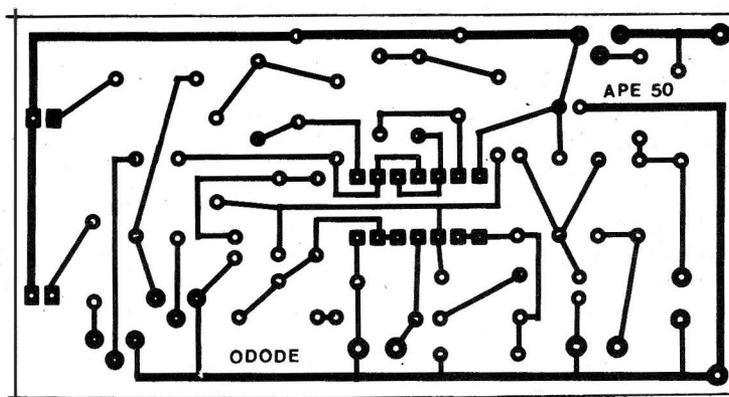

Fig.2
- FIG. 2 - LAY OUT DO CIRCUITO IMPRESSO ESPECÍFICO - Embora o circuito não tenha assim tão poucas peças, a distribuição delas no Impresso foi cuidadosamente "leiautada" de modo que o padrão de ilhas e pistas ficasse simples, não "apertado"... Recomenda-se apenas que o Leitor/Hobbysta decalque cuidadosamente a figura (usando carbono, por exemplo...) sobre a face cobreada de um fenolite nas convenientes dimensões (ver LISTA DE PEÇAS), efetuando em seguida a **traçagem** com tinta (ou decalques transferíveis, mais "profissionais"...), ácido-resistente, conferindo bem o desenho, antes e depois da corrosão... Como a figura está em tamanho natural, também poderá ser usada como gabarito para a furação... No mais, é respeitar todas as elementares regras para a boa confecção e aproveitamento dessa técnica de montagem, relacionadas sempre no encarte INSTRUÇÕES GERAIS PARA AS MONTAGENS (primeiras páginas de APE...).